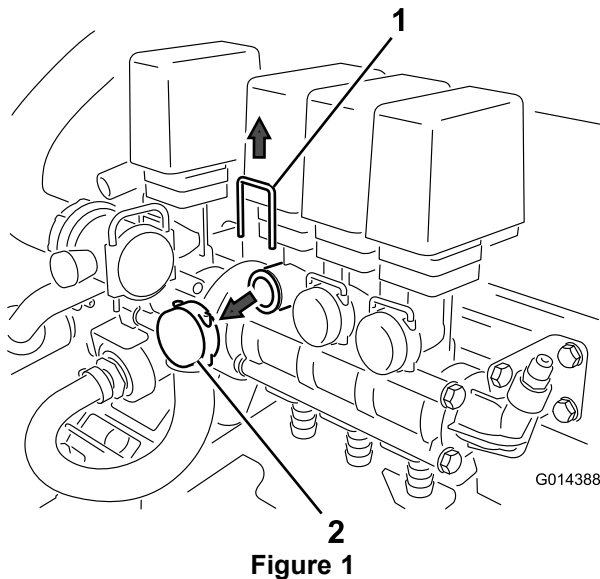

Figure 1
2. Retirez les 3 goupilles à extraction rapide qui fixent en place les 3 bouchons des vannes de collecteurs de rampes (Figure 1).